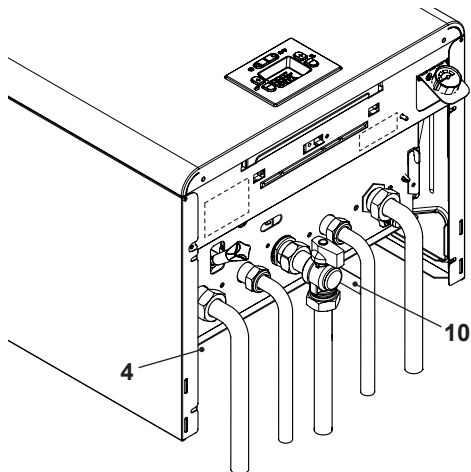

Figura 5.4
- Collegare lo scarico della valvola di sicurezza 10 (Figura 5.4) ad un imbuto di scarico.
- Collegare il tubo di scarico condensa 4 (Figura 5.4) all'interno del condotto di scarico condensa domestico o nell'imbuto di scarico della valvola di sicurezza, qualora lo scarico sia idoneo a ricevere condensa acida.